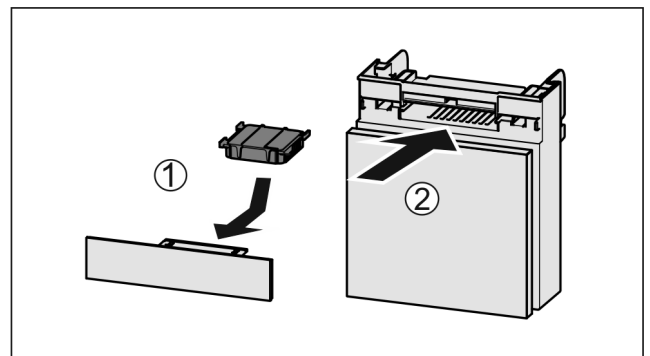

Fig. 255
- Aktivkohlefilter nach Abbildung einsetzen Fig. 255 (1).
- Fach einschieben Fig. 255 (2).